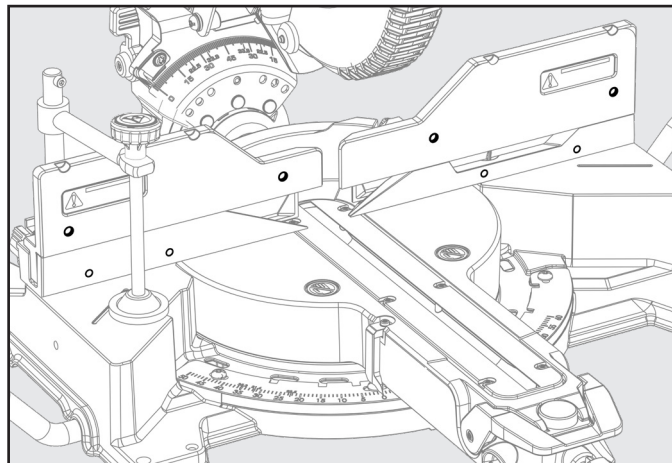

Figura 37
1. Coloque la madera de la guía tope auxiliar contra la guía tope de la sierra ingletadora. Consulte la Figura 37. La altura máxima para esta madera **NO DEBERÁ** exceder 5.5 pulgadas. Asegúrese de que la guía tope auxiliar no entre en contacto con el cabezal de la sierra y compruebe que el cabezal de la sierra esté en la posición completamente hacia ABAJO y RETRAÍDO.